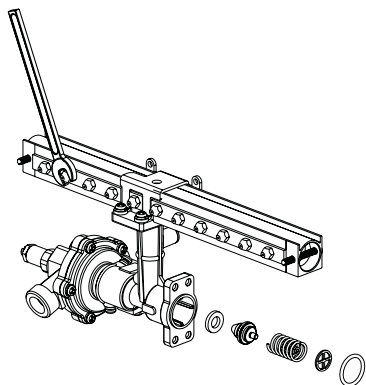

Рисунок 15
- 2.8.8 Замените регулирующий клапан подачи газа на пружинном узле расположенном между гидравлическим и газовым блоком (уделяя внимание направлению установки и соответствующего положения) и замените сопла на коллекторе горелки и сопло в пилотной горелке. Сборка осуществляется в обратной последовательности разборки (рисунок 15).
2.8.10 Регулировка давления на регулирующем клапане (рисунок 15)